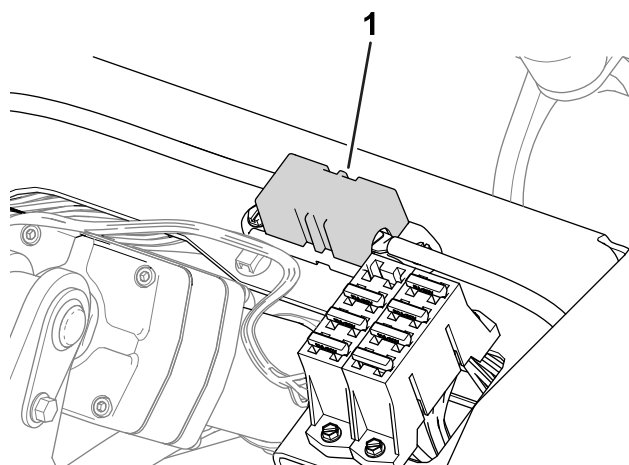

Figure 43
- Les fusibles du moteur de roue droite (60 A) sont situés sous le siège (Figure 43).